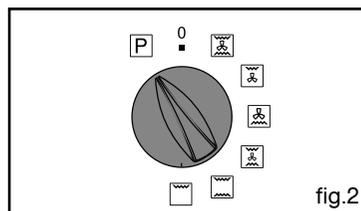

fig.2
Exemple : fin de cuisson à 13h30 (fig.2).
- Ajustez le temps choisi en appuyant sur les touches + ou - (fig.2).
- Appuyez simultanément sur les touches + et - pendant une dizaine de secondes jusqu'à l'affichage de "CO" afin de rentrer dans le mode de réglage (fig.2).
Il suffit de positionner votre sélecteur de cuisson sur la position  "Pyrolyse" (fig.2).
- Appuyez sur la touche + ou - pour régler l'heure de fin souhaitée (fig.2).